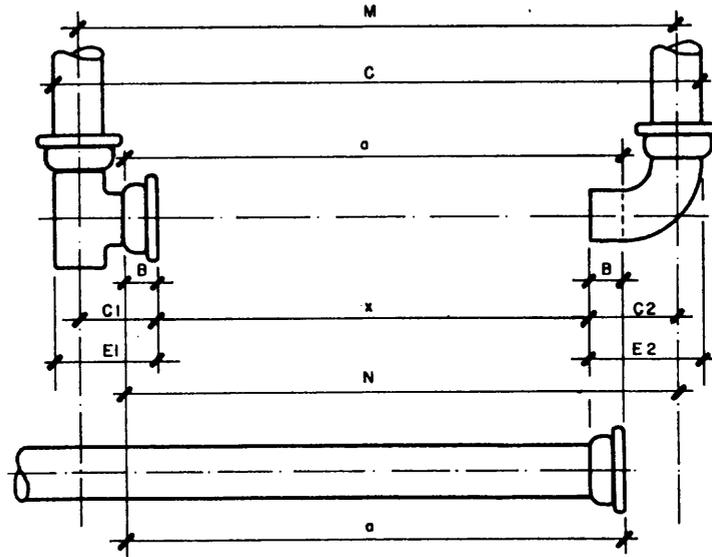

Fig. 9
5. Cuando se trate de instalaciones con hierro fundido se procede de manera semejante a los casos anteriores (fig. 9).